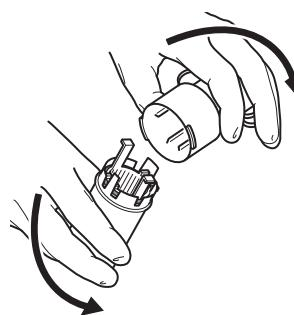

Figure 9 Retirer le couvercle du collecteur
- Retirer le couvercle du collecteur après la procédure chirurgicale (Figure 9).